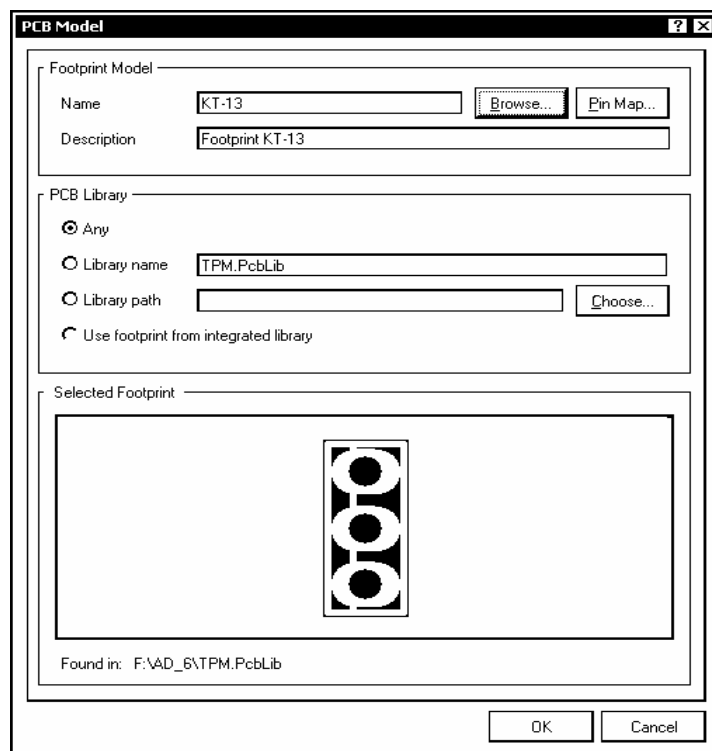
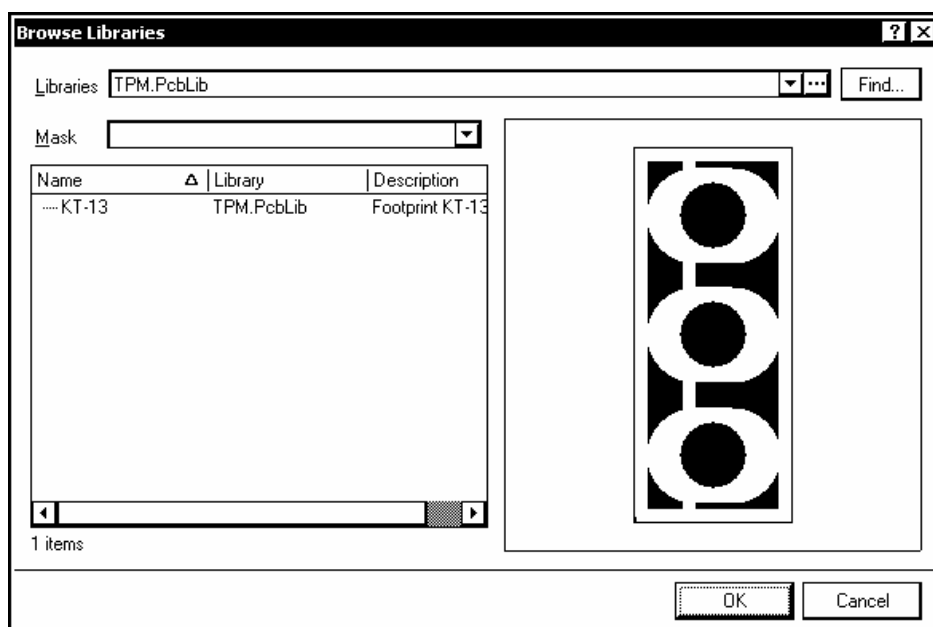

Рис. 3.14
Рис. 3.15
2. По щелчку на ОК откроется диалоговое окно PCB Model (рис. 3.14) с пустыми полями.
3. Открывается диалоговое окно просмотра библиотек Library Browse (рис. 3.15). Поскольку библиотека TPM.PcbLib, содержащая ТПМ КТ-13 включена в дерево проекта Transistor.LibPkg, поиск сразу обнаруживает его.
В полях окна на рис. 3.15 отображается имя библиотеки, имя ТПМ и его описание, а также графическое изображение контура и контактных площадок. Кнопкой ОК окно закрывается, а данные из его полей передаются в окно PCB Model (рис. 3.14).
5. В поле имени модели, Model Name, указать имя KT315A. Если ссылка на файл модели присутствует в дереве проекта Transistor.LibPkg, в полях-закладках в нижней части окна рис. 3.15 отображаются сведения о подключаемой модели: